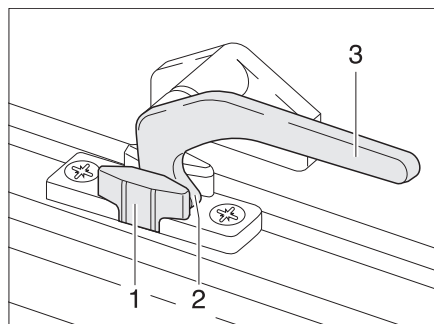

Bild 34 Verriegelungshebel in Stellung "Dauerbelüftung"
- in Stellung "Dauerbelüftung" (Bild 34)
- Den Verriegelungshebel (Bild 34,3) eine viertel Umdrehung zur Fenstermitte hin drehen.
- Den Verriegelungshebel wieder zurückdrehen. Die Verriegelungsnase (Bild 34,2) dabei in die Aussparung der Fensterverriegelung (Bild 34,1) einfahren.